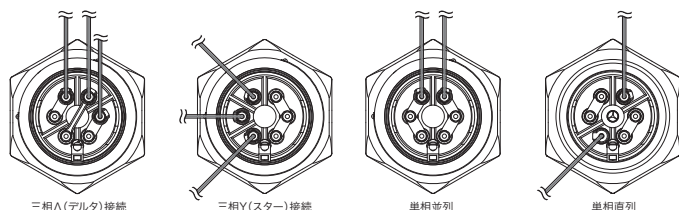

図 17. ヒーターエレメントのジャンパー設定。交換用のエレメントは異なるジャンパー設定になっている場合がある
2. 遮断バルブを閉じます。ヒータータンク (E) からクーラントを抜きます（セクション 4.2.4 を参照）。
3. エLEMENTケースのメンテナンス口からキャップ (A) を取り外します。
4. このとき、ヒーターエレメントのジャンパー設定を書き留めておきます（図 17 を参照）。**注意！**各ELEMENTは工場出荷時とは異なる構成になっています。ELEMENTを組み立て直す際には、元のジャンパー配置を再現してください。ELEMENTの構成またはジャンパー配置が変わると、
6. ケーブル押さえ (F) のネジを緩め、電線管コネクター (H) から取り外します。ヒーターエレメントから各種電気配線を取り外します（図 17 を参照）。
7. V クランプのナットを緩めて、V クランプ (C) を取り外します。図に示すように、ヒーターエレメントをタンクから引き出します。
8. ヒーターエレメント (G) の交換、必要に応じた清掃などを行います。O リング (D) が損傷なく適切な位置にあることを確認したうえで、V クランプを取り付けます。